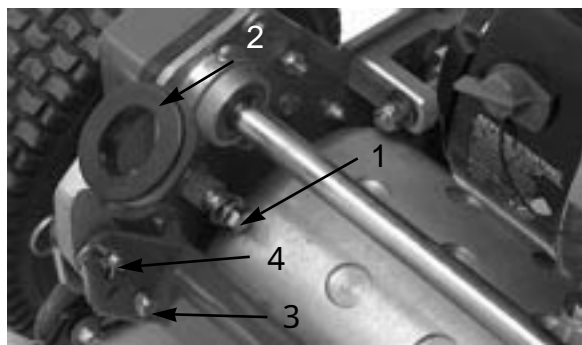

図1
1. 機体両側の取り付けピンから、キャップスクリュー、ワッシャ、ロックワッシャを取る（図1）。
2. 機体両側から、ハンドル・アーム下部を固定しているキャップスクリューとロックナットを取る（図1）。
3. ハンドル・アームをフレーム後部に固定しているコッターピンとリングピンを取る（図1）。
4. ハンドルの各端をハンドル・アームの穴に差し込み、取り付けピンの穴をそろえる（図1）。
1. 機体両側のリングピンからコッターピン取る（図1）。
2. ハンドルを支えながら、リングピンを外し（機体両側とも）ハンドルの高さを決める（図1）。